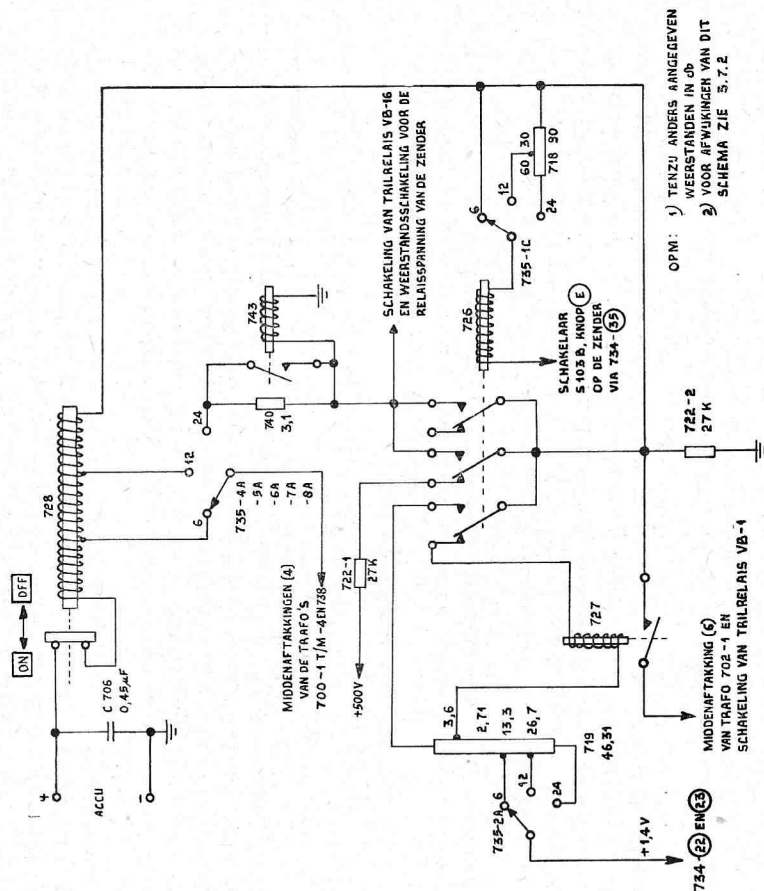

Fig. 44. PE-237, schakeling van maximum-schakelaar en inschakelrelais
- B: Opent de verbinding tussen aansluiting 55 van de aansluitbus POWER, J102, en aarde. Daardoor wordt een relaisketen in de Voedingseenheid PE-237 of de Voedingseenheid DY-88/GRC-9 geopend, waardoor het gedeelte voor groot vermogen hiervan niet kan werken (zie fig. 44 en 50).
3.4.2 Maximumschakelaar en schakelrelais (zie fig. 44)
3.4.3 Gedeelte voor klein vermogen (zie fig. 44 en 45)
3.4.4 Gedeelte voor groot vermogen (zie fig. 44, 46 en 47)
- b. Twee parallelgeschakelde werkcontacten van het relais 726 welke aangesloten zijn op de schakeling van het trilrelais VB-16, worden verbonden met de + accuspanning via de maximumschakelaar 728 (zie fig. 44). Ook de relaispanning voor de zender wordt via deze weg verkregen. Laatstgenoemde bereikt via de weerstandsschakeling van de weerstanden 742 en 717 en het schakelaarsegment 735-1B de aansluiting voor de relaispanning voor